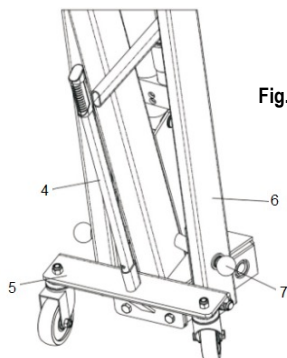

Fig. 8
4. Réglage du bras : appuyer sur le bouton, pousser et tirer la tige d'extension du crochet jusqu'à la longueur souhaitée (fig. 8).